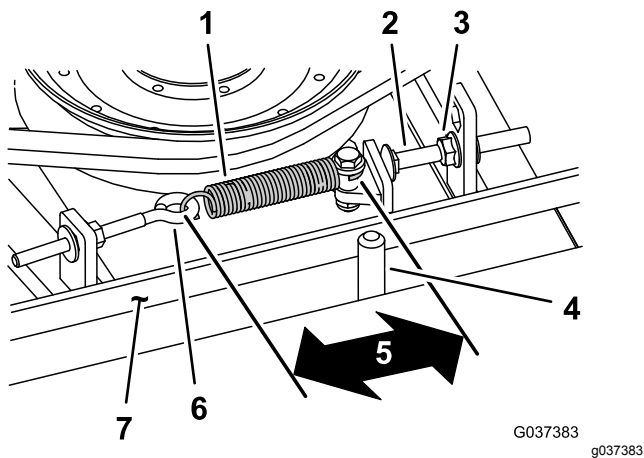

Figure 102
Lorsque le ressort d'extension est correctement tendu, l'intérieur doit mesurer (d'un crochet à l'autre) entre 8,3 et 9,5 cm. Lorsque le ressort est correctement tendu, ajustez le boulon de butée (boulon de carrosserie) jusqu'à obtention d'un jeu d'environ 2 à 5 mm entre la tête du boulon et le bras de tension (Figure 102).
Remarque: La courroie doit être placée du côté ressort du guide (Figure 102).
- Desserrez le boulon à œil (Figure 102).
- Desserrez l'écrou à embase qui fixe le boulon de butée à la patte de montage, et écartez la poulie de tension de la courroie (Figure 102).
- Raccrochez le ressort d'extension (Figure 102) au boulon à œil et tendez la courroie comme suit :